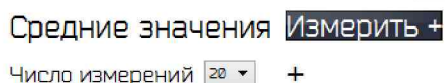

Рисунок 32 – Выбор числа измерений и кнопка «Измерить»
5.3.10 Программа позволяет вычислять среднее значение разности напряжений  $V_{\text{Мера}} - V_{\text{Внеш}}$  по 10 или 20 последовательным измерениям с интервалом 1 с. Выберите число измерений под надписью «Средние значения» (рисунок 32). Подождите, пока закончатся переходные процессы и диаграмма разности напряжений  $V_{\text{Мера}} - V_{\text{Внеш}}$  будет иметь горизонтальный вид, нажмите кнопку «Измерить +».